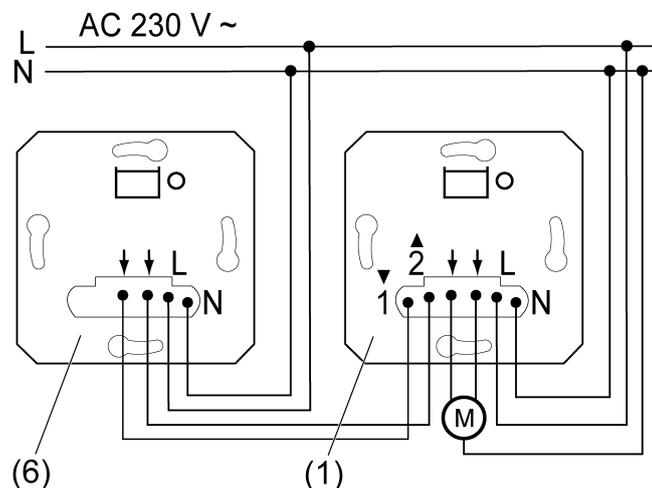
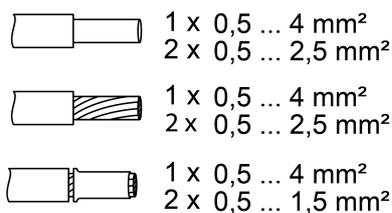

Bild 2: Einsatz mit Nebenstelle
Bild 3: Klemmbarer Leitungsquerschnitt
- Jalousie-Einsatz (1) anschließen (siehe Bild 2). Dabei klemmbare Leitungsquerschnitte beachten (siehe Bild 3). Optional: Anschluss einer Nebenstelle (6). Als Nebenstelle kann anstatt des Jalousieeinsatzes auch ein mechanischer Jalousietaster oder Jalousieschalter verwendet werden.